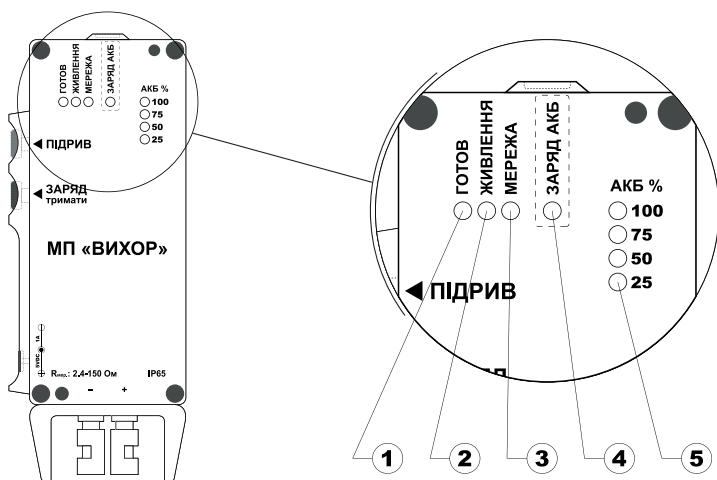

Рисунок. 3: Розташування індикаторів:
3.2 Розташування індикаторів зображено на Рис. 3